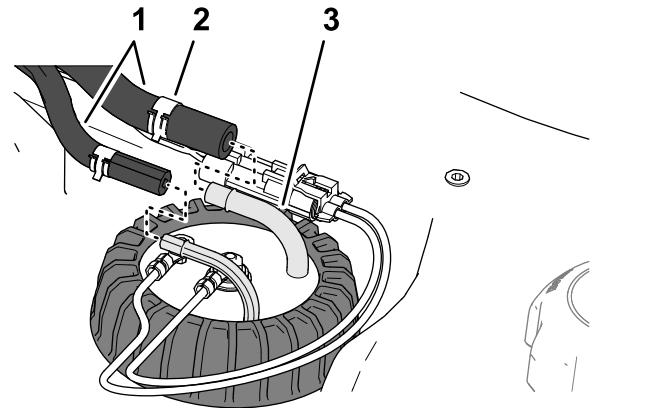

**Figura 89**
3. Retire el conector hembra de 2 vías del arnés del sensor de combustible del conector de 2 pines del arnés de cables de la máquina (Figura 89).